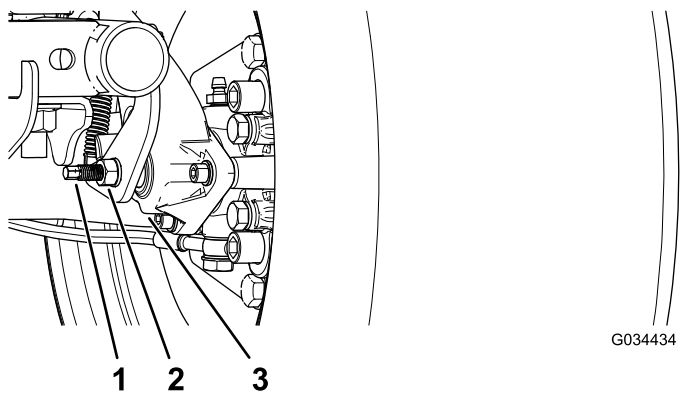

Figura 52
3. Usando 2 llaves, sujete el espárrago de ajuste de la pinza con una llave y afloje la contratuerca ¼ de vuelta con la otra llave (Figura 52).
4. Sujetando el espárrago de ajuste y la contratuerca para que no se muevan, gire el espárrago de ajuste hacia dentro para apretarlo (Figura 52).
5. Sujetando el espárrago de ajuste y la contratuerca para que no se muevan, afloje el espárrago ¼ de vuelta (Figura 52).
6. Sujetando el espárrago de ajuste y la contratuerca para que no se muevan, apriete la contratuerca (Figura 52).